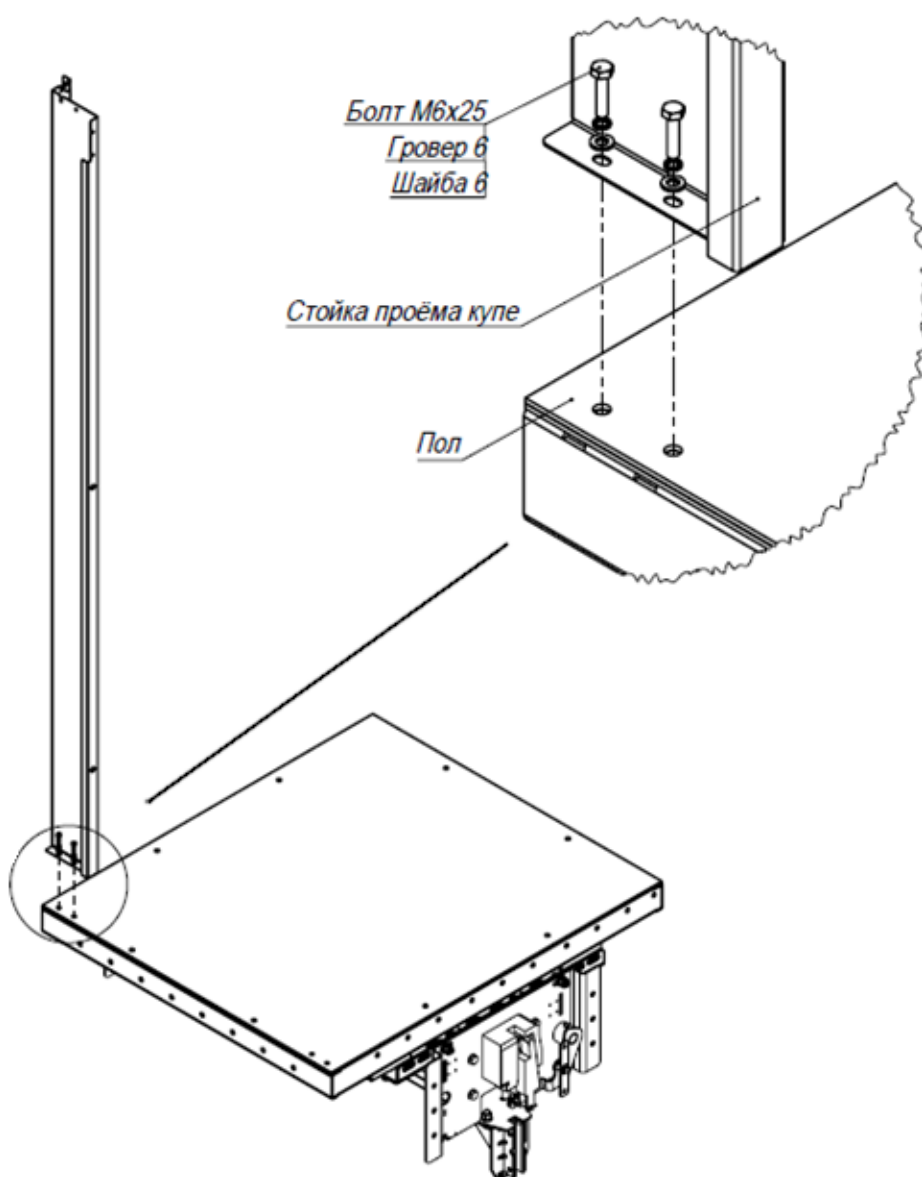

Рис.30 Установка стойки проема
7.4.4. Установить левую стойку проема на пол и закрепить (рис.30).